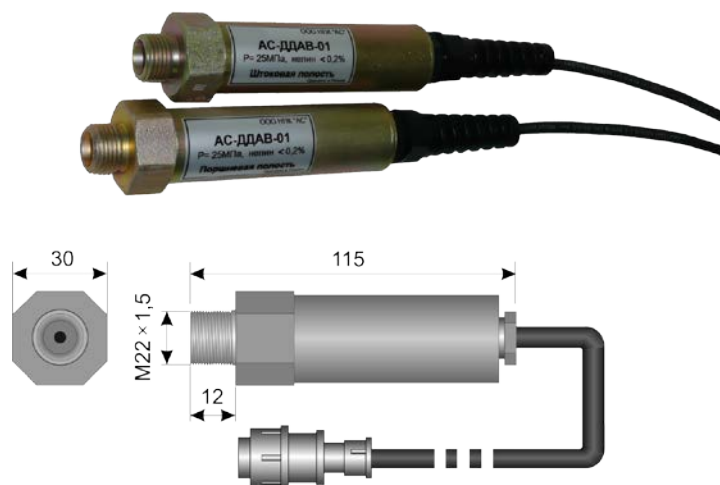

Рис. 5
- 2) датчик грузового момента АС-ДГМ-03 _____ 1 шт, рис.5;
6.5. Датчик грузового момента представляет собой прибор, преобразующий суммарный грузовой момент от массы поднимаемого груза и собственной массы стрелы в электрический сигнал. В данной модификации АС-АОГ-01м+ датчик грузового момента состоит из двух датчиков давления, Рис.5, : одного датчика, измеряющего давление в поршневой полости гидроцилиндра подъема стрелы и другого, измеряющего давление в штоковой полости.